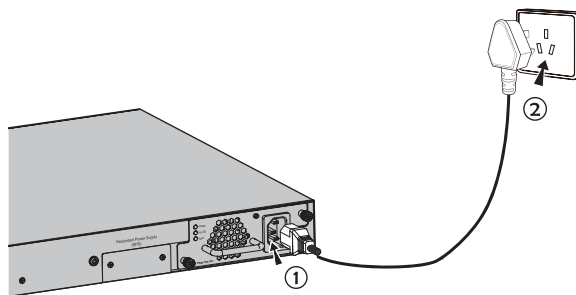

图4-4 通过PSM150-AC给交换机供电示意图
2. 使用交换机原装电源线连接交换机电源模块与电源插座,如图4-4所示。